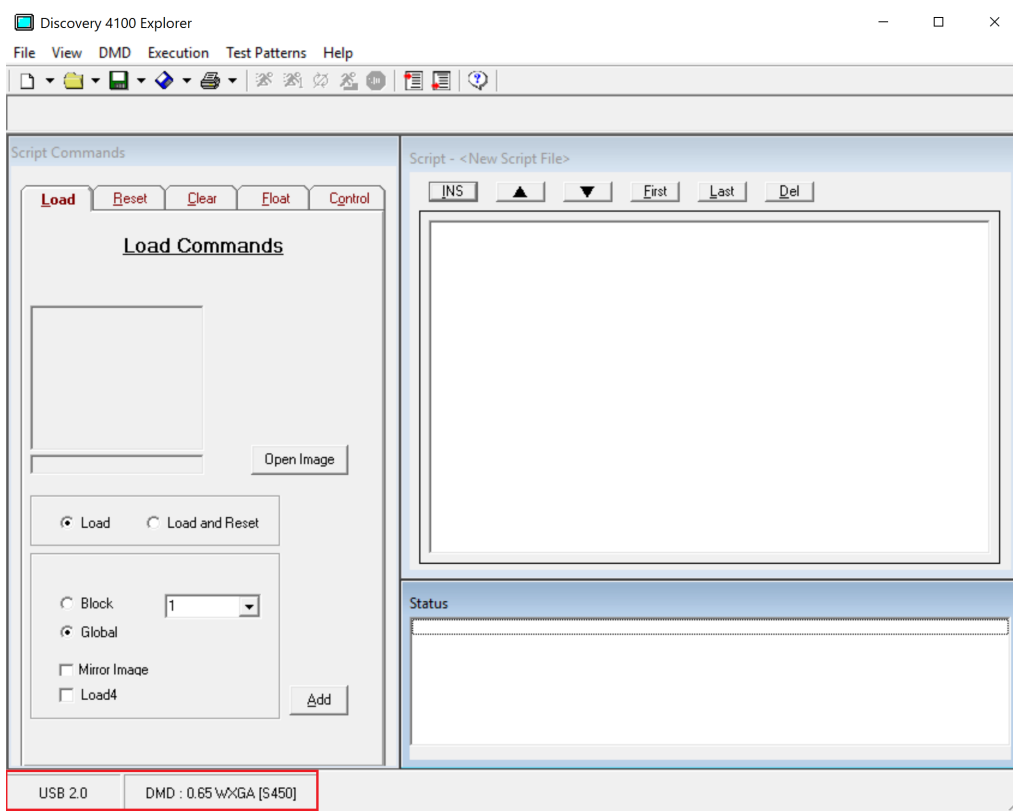

图 3-11. Discovery 4100 Explorer USB 和 DMD - 连接状态
17. 该软件将启动。USB 连接状态和 DMD 类型会显示在左下方的状态面板 (图 3-11) 中：